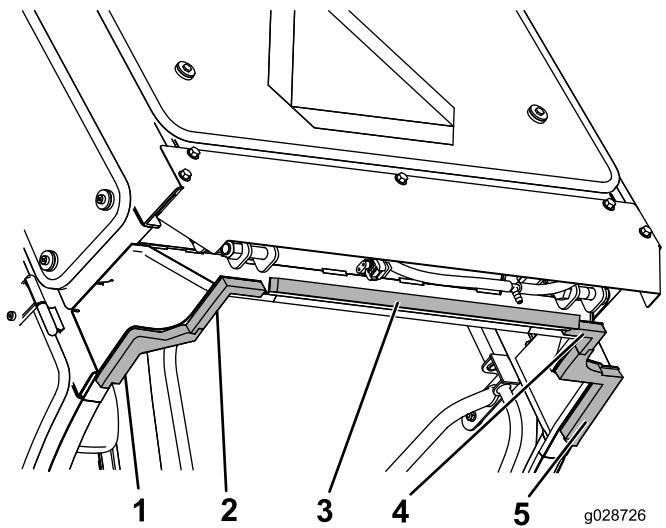

Bild 59
- 3. Fluchten Sie die innersten Kanten der linken und rechten mittleren Schaumstoffteile mit den linken und rechten hinteren Schaumstoffteilen aus und verklinken die Rastnasen (Bild 59).
1. Zentrieren Sie das hintere Teil an der hintersten unteren Kante der mittleren Abdeckung (Bild 59).
2. Montieren Sie die linken und rechten hinteren Schaumstoffteile an den Innenecken der hinteren Abdeckung Bild 59.
3. Fluchten Sie die innersten Kanten der linken und rechten mittleren Schaumstoffteile mit den linken und rechten hinteren Schaumstoffteilen aus und verklinken die Rastnasen (Bild 59).